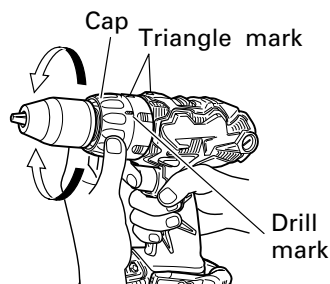

Fig. 23
11. Confirm the cap position <DS18DL> (See Fig. 23)